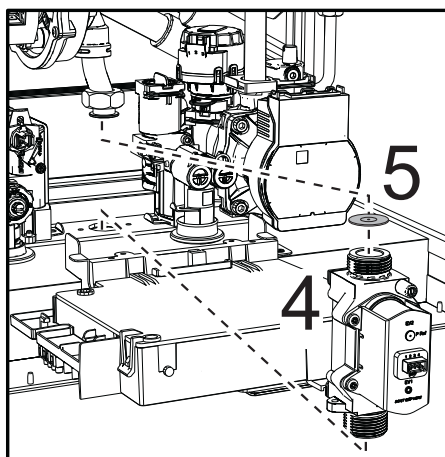

fig. 45
- Estrarre la valvola a gas “4” e il diaframma gas “5” (fig. 45).